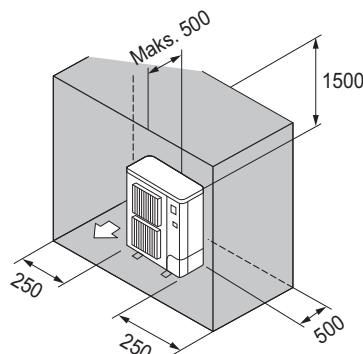

Fig. 3-10
- ⑥ Kun forhindringer bagved, i siderne og ovenover (Fig. 3-10)